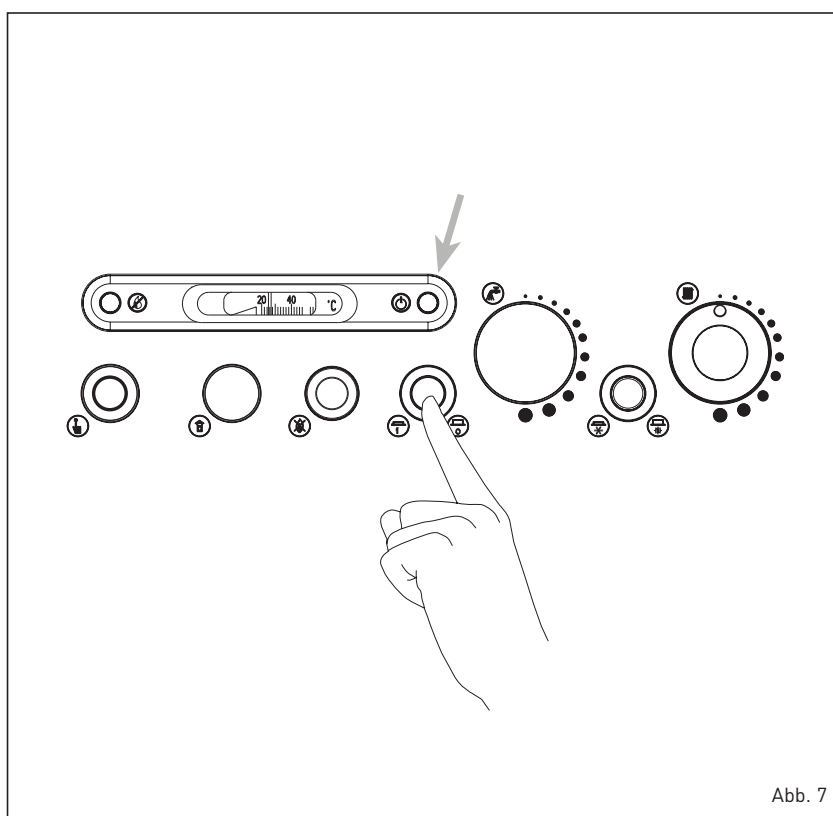

Abb. 7
3.2.1 Inbedrijfstelling van de ketel (Abb. 7)
3.2.5 De ketel uitschakelen (Abb. 7)